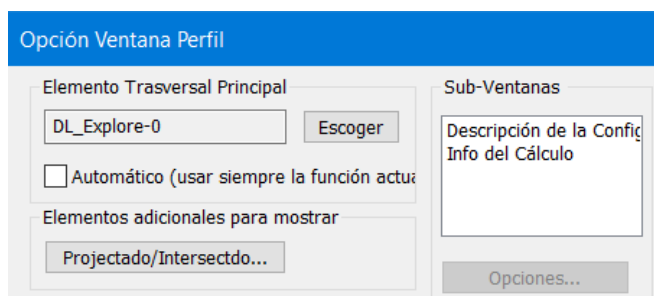

Figura 5-6: Opciones de la Ventana de Perfil con un Elemento Transversal explícito
- Presione el botón *Opciones* para abrir el cuadro de diálogo *Opciones de Ventana de Perfil* Figura 5-6.